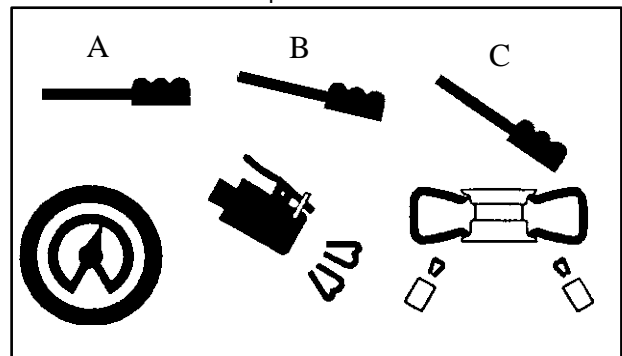

Fig 14
• Appuyer sur la pédale de gonflage dans la position intermédiaire (B - Fig.14).
• Appuyer à fond la pédale (c - Fig. 14). Un jet d'air puissant sortira des buses qui se trouvent sur les support coulissants en permettant le tallonage.
• Relâcher le pneumatique et soulever doucement le pied pour remettre la pédale de gonflage dans la position intermédiaire (B - Fig.14).